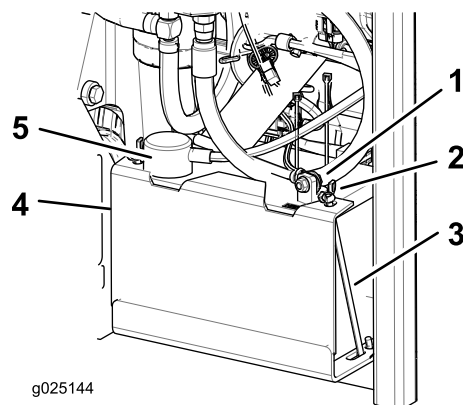

Figure 39
3. Débranchez le câble négatif (noir) de la batterie de la borne négative (-) (noire) de la batterie (Figure 39).
4. Enlevez le capuchon rouge de la borne positive (rouge) de la batterie et débranchez le câble positif (+) (rouge) (Figure 39).
5. Retirez les écrous à oreilles qui fixent les crochets en J (Figure 39).
6. Déposez le dispositif de maintien (Figure 39).
1. Placez la batterie dans son support en tournant les bornes à l'opposé du réservoir hydraulique (Figure 39).
- Fixez les câbles avec 2 boulons, 2 rondelles et 2 contre-écrous (Figure 39).
- Reposez le dispositif de maintien et fixez-le avec les écrous à oreilles et les crochets en J (Figure 39).